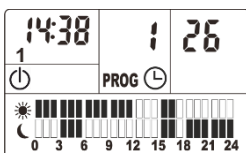

Fig.5
8. Pressione  ou espere 10 segundos para salvar automaticamente as configurações. (configuração exemplo Fig.5)